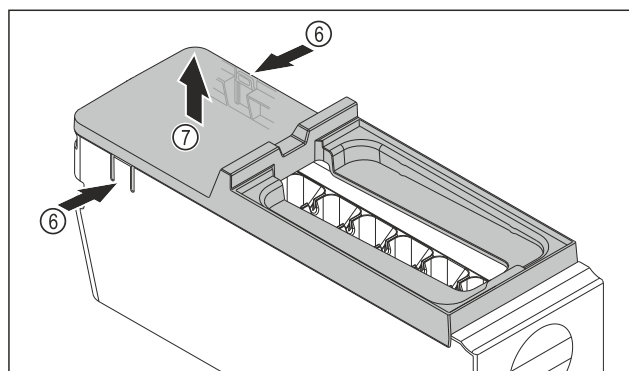

Fig. 132
- ▶ Ta bort skyddet på EasyTwist-Ice-enheten: Tryck på skenor Fig. 132 (6) på båda sidor av EasyTwist-Ice-enheten med en hand.
- ▶ Ta bort skyddet Fig. 132 (7) uppåt med andra handen.